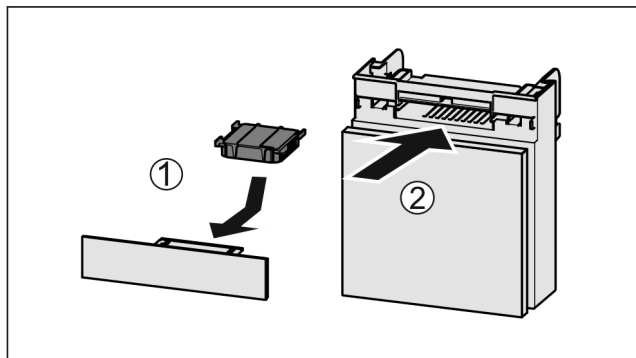

Fig. 110
- ▶ Umetnite filtar s aktivnim ugljenom kao što je prikazano na slici Fig. 110 (1).
- ▶ Umetnite pretinac Fig. 110 (2).